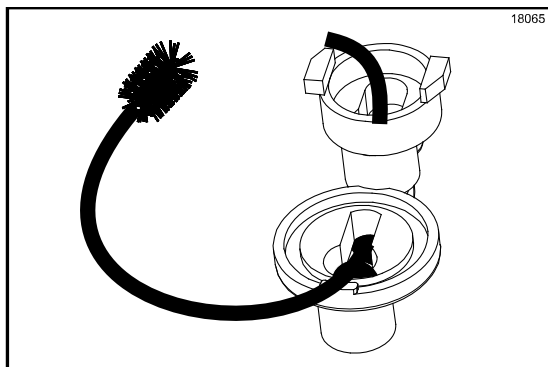

Figure 84
6. Insérer la brosse noire gainée, depuis le manche, dans le passage situé entre la vanne d'arrivée et la vanne de sortie (Cf. Figure 84).